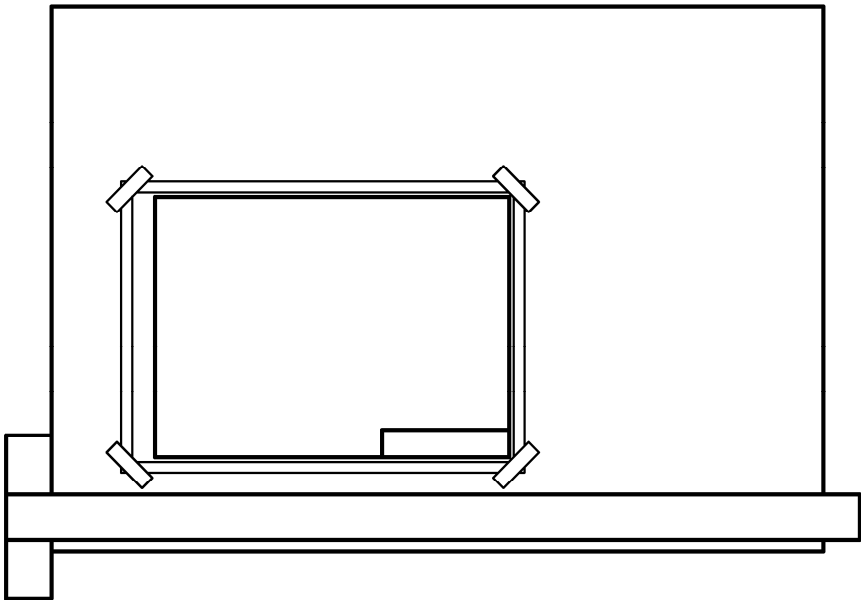

图1
1. 将图纸用透明胶纸固定在图板下方偏左位置，如图1所示。图纸下边所留距离应稍大于丁字尺的宽度，图纸左边所留距离约100 mm左右。在图纸上画出标准图幅、图框、标题栏。